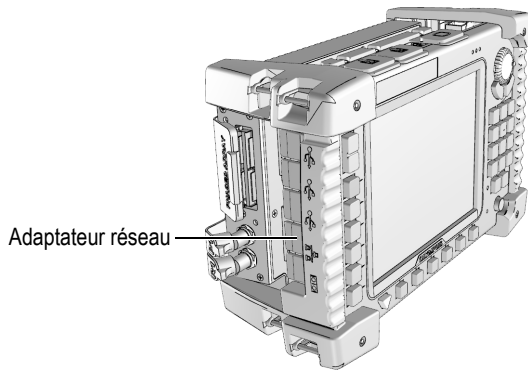

Figure 1-16 Adaptateur réseau sur l’OmniScan MX
3. Branchez un bout d'un câble Ethernet simulateur de modem sur l'adaptateur réseau de l'OmniScan (voir la Figure 1-16 à la page 38).